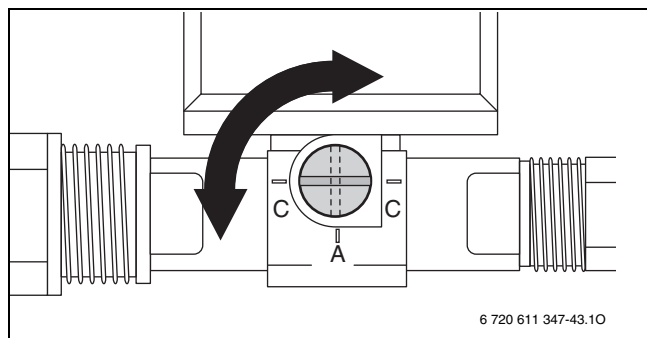

Fig. 29 Valvola di riempimento
- Accendere la caldaia per mezzo dell'interruttore principale O/I (Fig. 29).